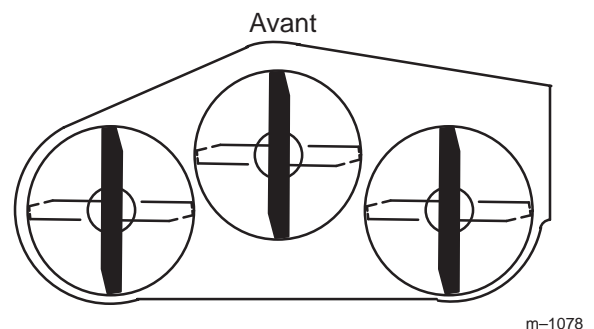
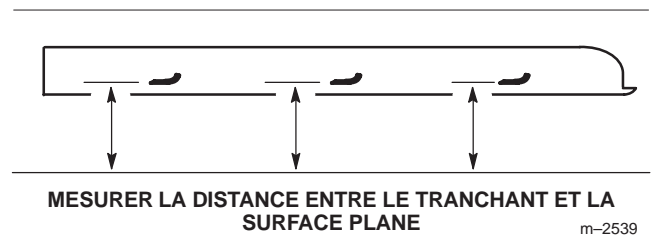

Figure 31
Figure 32
1. Tournez les lames pour qu'elles soient toutes dirigées dans le sens longitudinal (Fig. 31). Mesurez la distance entre la surface plane et le tranchant des lames (Fig. 32), et notez cette valeur.